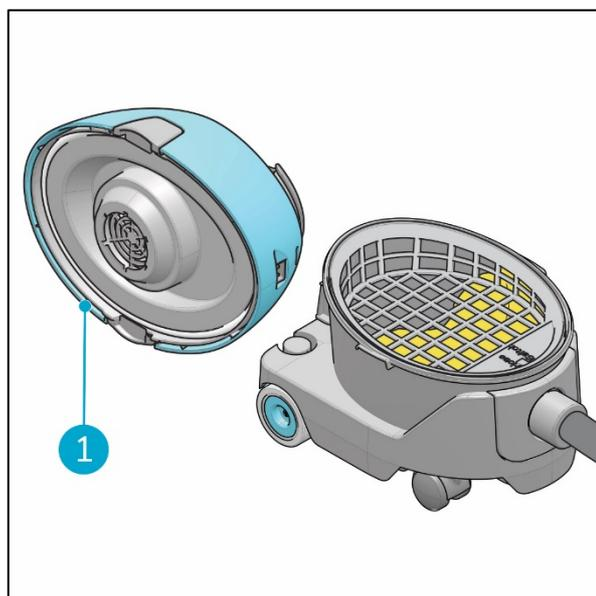

Figure 9
5. Placez le capot sur le côté sur une surface plane (Figure 9, pos. 1).